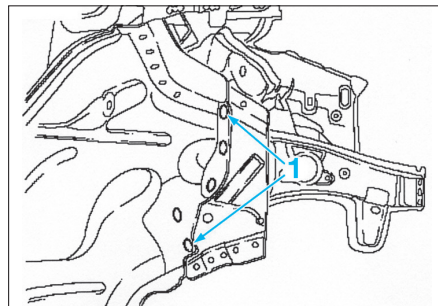

FIG. 18
• Préparer le passage de roue : 5 trous oblongs (1) (8 x 24 mm) (Fig.18).